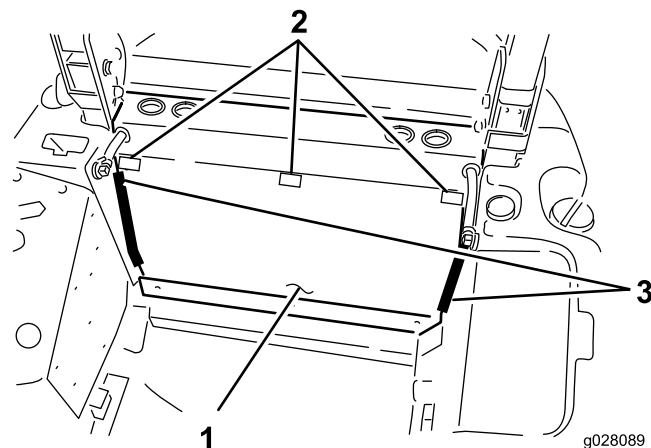

Рисунок 57
2. Установите заднюю панель в нужное положение и совместите верхние крепежные отверстия с отверстиями в поперечине рамы (Рисунок 57).